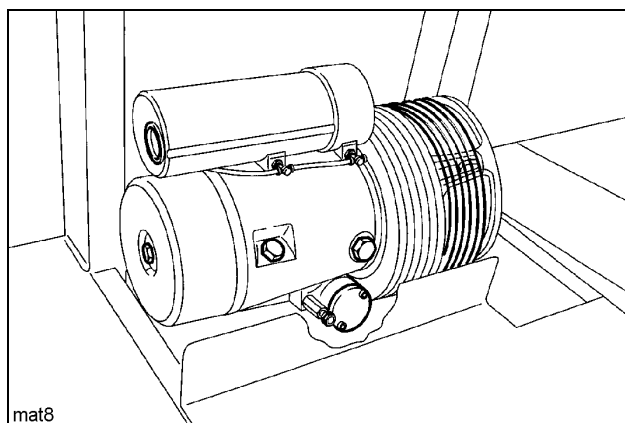

Fig.2
- Limpiar las aletas de refrigeración del radiador de aceite utilizando una pistola de aire comprimido (Fig. 2).